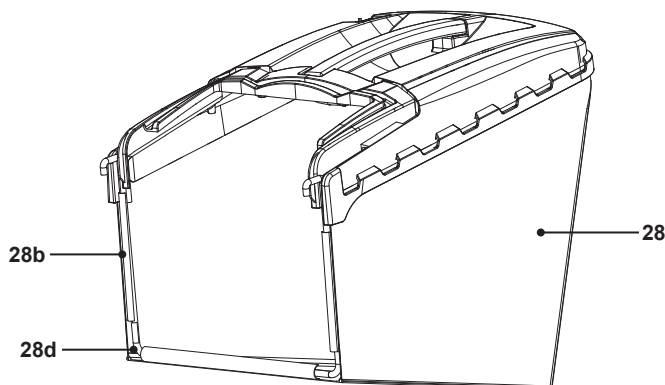

Fig. 5
1. Fixer les clips en caoutchouc (28b) sur la tige (28d) s'ils ne sont pas préassemblés (Fig. 5).
2. Le bac de ramassage (28) est maintenant prêt à l'emploi.